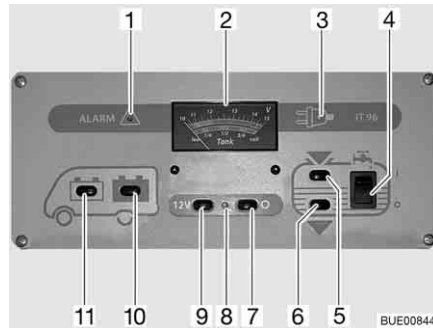

Bild 132 Panel IT 96-2
Med huvudbrytaren 12 V (Bild 132,7 och 9) kopplas panelen och bodelens 12 V-försörjning till eller från.
Slå på: ■ Tryck på knappen (Bild 132,9) "12 V": 12 V-försörjningen för bodelen är påslagen. Kontrolllampan (Bild 132,8) lyser grönt.
Slå från: ■ Tryck på knappen (Bild 132,7) "O": 12 V-försörjningen för bodelen är avstängd. Kontrolllampan (Bild 132,8) slocknar.
Med instrumentet V/tank (Bild 132,2) avläses den övre skalan. Instrumentets belysning tänds automatiskt när en knapp trycks in.
- Tryck på knappen (Bild 132,11) "🔋": Startbatteriets spänning visas.
- Tryck på knappen (Bild 132,10) "🔋": Bodelsbatteriets spänning visas.
På instrumentet V/tank (Bild 132,2) avläses den undre skalan. Instrumentets belysning tänds automatiskt när en knapp trycks in.
- Tryck på knappen (Bild 132,5) "": Vattenvolymen visas.
- Tryck på knappen (Bild 132,6) "": Avloppsvattenvolymen visas.
- Vippkontakten (Bild 132,4) trycks in upptill "I": Vattenförsörjningen är aktiverad.
- Vippkontakten (Bild 132,4) trycks in nedtill "O": Vattenförsörjningen är avstängd.
Den röda varningslampan "ALARM" (Bild 132,1) blinkar så snart spänningen i bodelsbatteri har sjunkit till under 11 V (mätning under pågående drift) och risk för djupurladdning föreligger.
Kontrollampan 12 V (Bild 132,8) lyser då huvudbrytaren 12 V (Bild 132,9) är inkopplad.
Den gula 230 V-kontrollampan (Bild 132,3) lyser när nätspänningen ligger på el-blockets ingång.